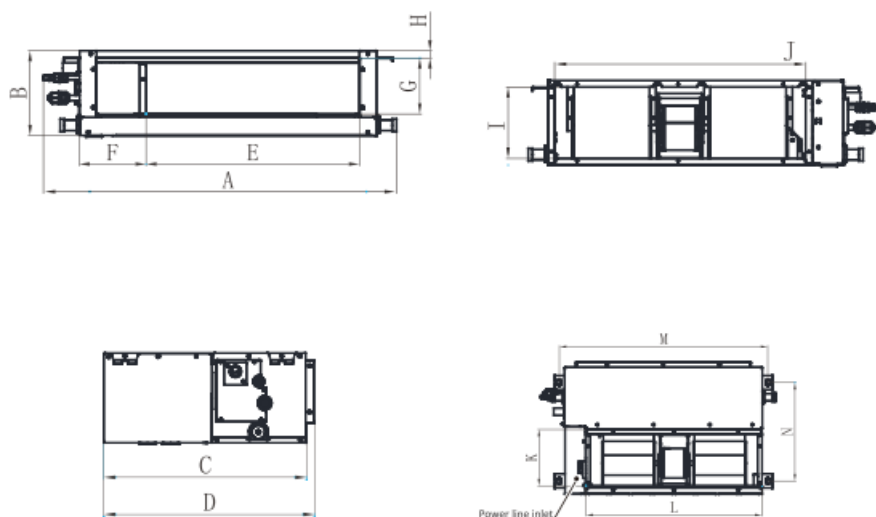

Рисунок 14
- a. Вставьте дюбель M10 в отверстие, затем забейте дюбели, как указано на рис. 14.